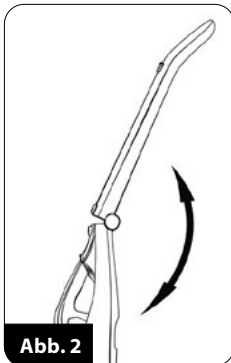

Abb. 2
4. Die Griffeneinheit (2) auseinanderziehen und in ausgezogener Form blockieren (Abb. 2). Der Griff lässt sich durch die Betätigung des Knopfs (3) wieder zusammenschieben.